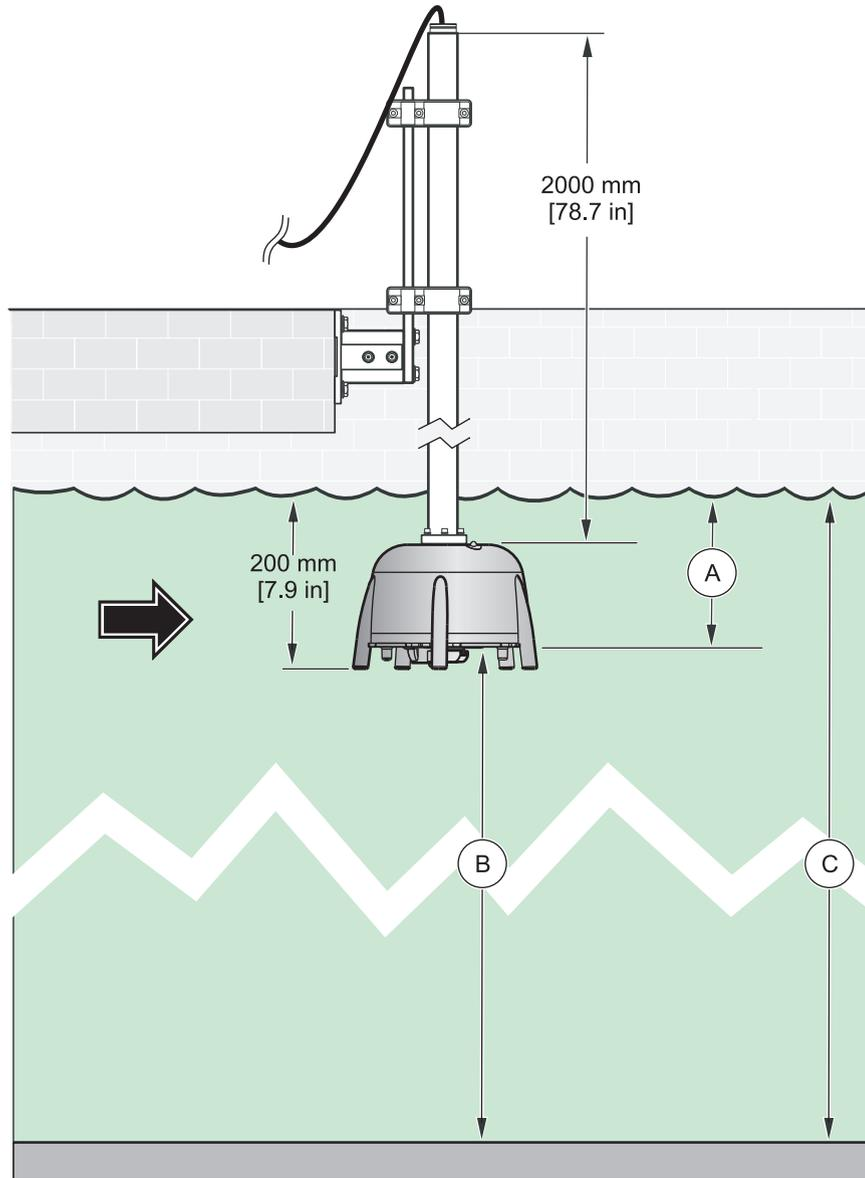

Figura 10 Profundidad de inmersión - profundidad del tanque
4. En el menú de la sonda CALIBRAR, ingrese la profundidad real de inmersión (elemento A, Figura 10) en el elemento de menú PROFUNDIDAD DE INMERSIÓN
6. En el menú de la sonda CALIBRAR, ingrese el valor registrado de la profundidad del tanque (elemento C Figura 10), en el elemento de menú PROFUNDIDAD DE TANQUE.